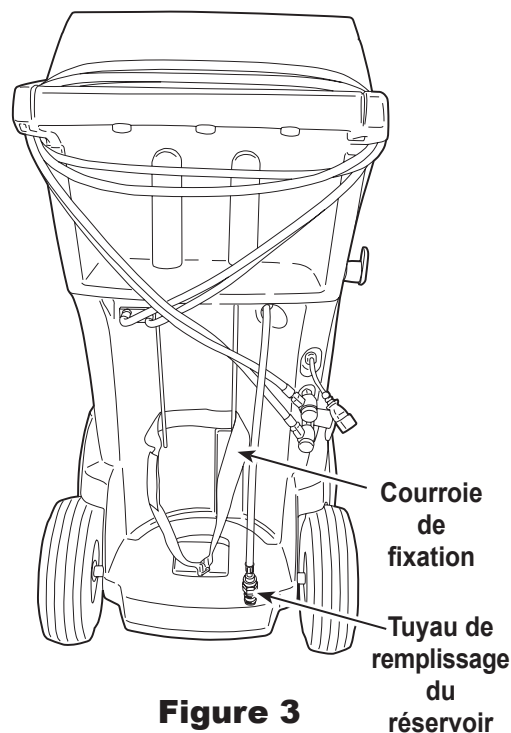

Figure 3
1. Connectez un réservoir source R-1234yf au tuyau de remplissage du réservoir à l'arrière de la machine. Serrez à la main le tuyau de remplissage du réservoir. Reportez-vous à la figure 3.